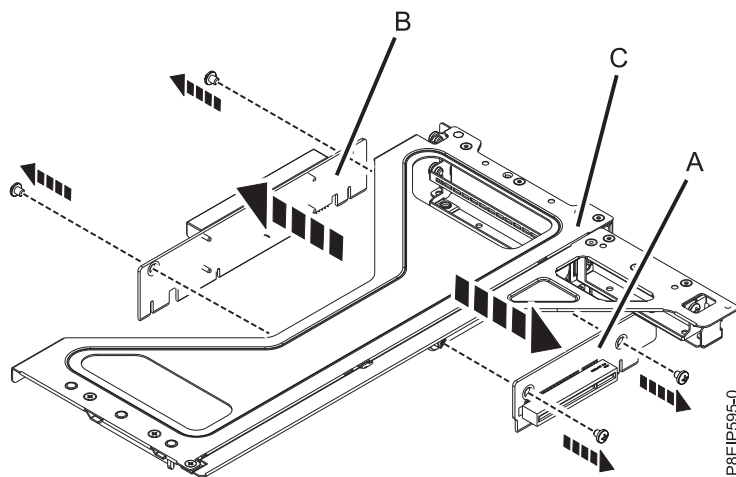

Figure 38. Retrait des cartes mezzanine PCIe du compartiment de carte
- Si vous avez besoin de retirer les cartes mezzanine des positions 3 (A), 4 ou 5 (B), retirez les vis qui fixent la carte mezzanine PCIe au compartiment (C) comme indiqué dans la figure 38.